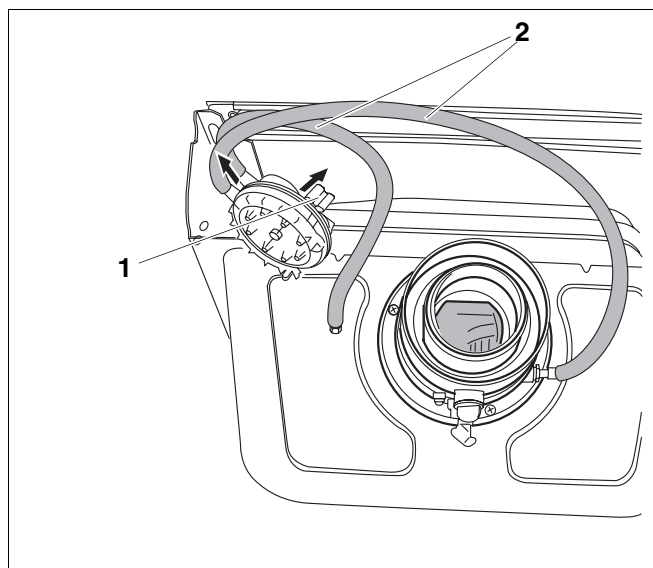

Fig. 13 Remplacer le commutateur de pression différentielle
- Débrancher la fiche de câble (fig. 13, pos. 1).
- Brancher le nouveau commutateur de pression différentielle sur les tuyaux (fig. 13, pos. 2) et insérer la fiche de câble.